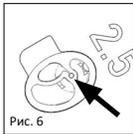

Рис. 6
■ **Рис.6** Купол протеза должен устанавливаться в основании углубления, а головная пластина должна быть полностью вставлена в соответствующий вырез, так чтобы верхняя поверхность головной пластины находилась в зацеплении с верхней поверхностью регулировочного диска.